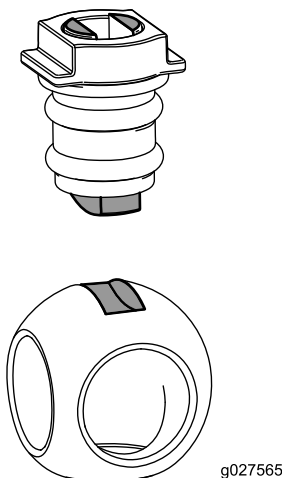

Figure 122
6. Insérez la bille dans le corps de la vanne (Figure 122).
**Remarque:** La tige de la vanne doit entrer dans la fente d'entraînement de la bille. Si la tige de la valve ne rentre pas, ajustez la position de la bille (Figure 122).